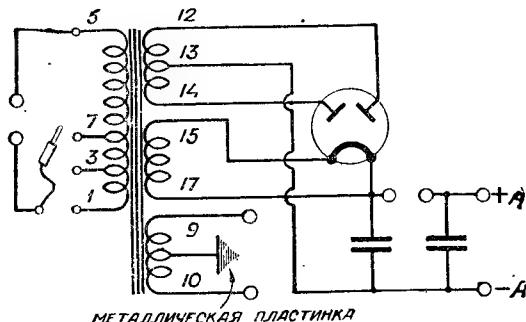

Рис. 2
С первого взгляда на трансформатор уже можно обнаружить отсутствие у него выводов 10 и 18, т. е. средних точек у обеих накальных обмоток (рис. 2).
Из рис. 2 мы видим, что у нового трансформатора конец 17 накальной обмотки кенотрона одновременно служит и плюсом анода (конечно способ включения подмагничивающей обмотки динамика остается прежним). Что же касается отсутствия отвода от средней точки накала ламп (10), то вместо нее на трансформаторе имеется металлическая пластинка, которая и является заземленной средней точкой. Этого порядка включения и нужно придерживаться при замене в ЭКЛ-4 старого трансформатора новым.